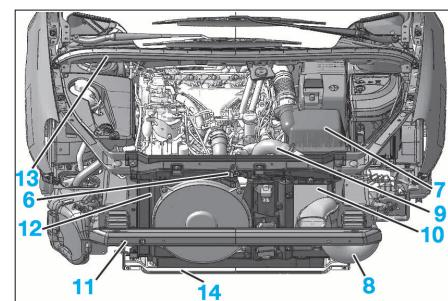

FIG. 74
- le filtre à particules (FAP) (1) (voir opération correspondante)
- la biellette anticouple (2)
- les raccords de suralimentation d'air (3)
- le renfort impacteur (4)
- Écarter la serrure de capot moteur (6) (Fig.74).